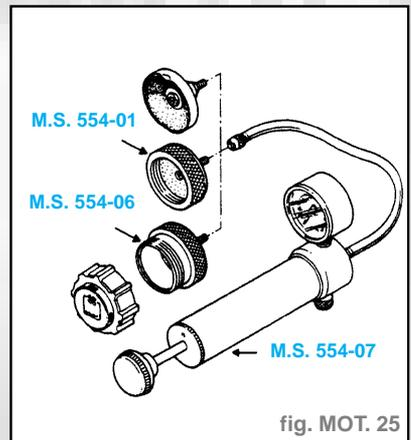

fig. MOT. 25
- Remplacer la soupape de vase d'expansion par l'adaptateur **MS. 554-01** (fig. MOT. 25).
- Adapter sur la pompe **M.S. 554-07** l'outil **M.S. 554-06** et placer sur celui-ci la soupape à contrôler (fig. MOT. 25).